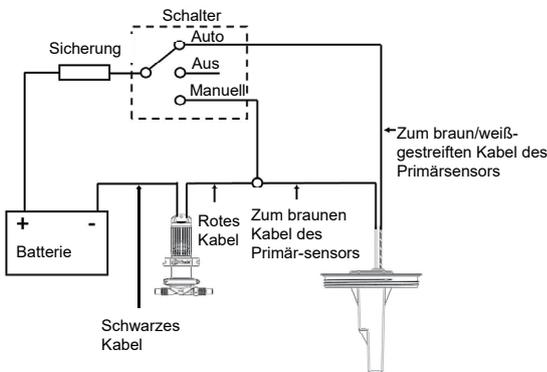

Abbildung 8A Anschlusschema - für Modelle mit einem Sensor
**Schritt 4: Verkabelung:** Siehe Abbildung 8A oder Abbildung 8B.